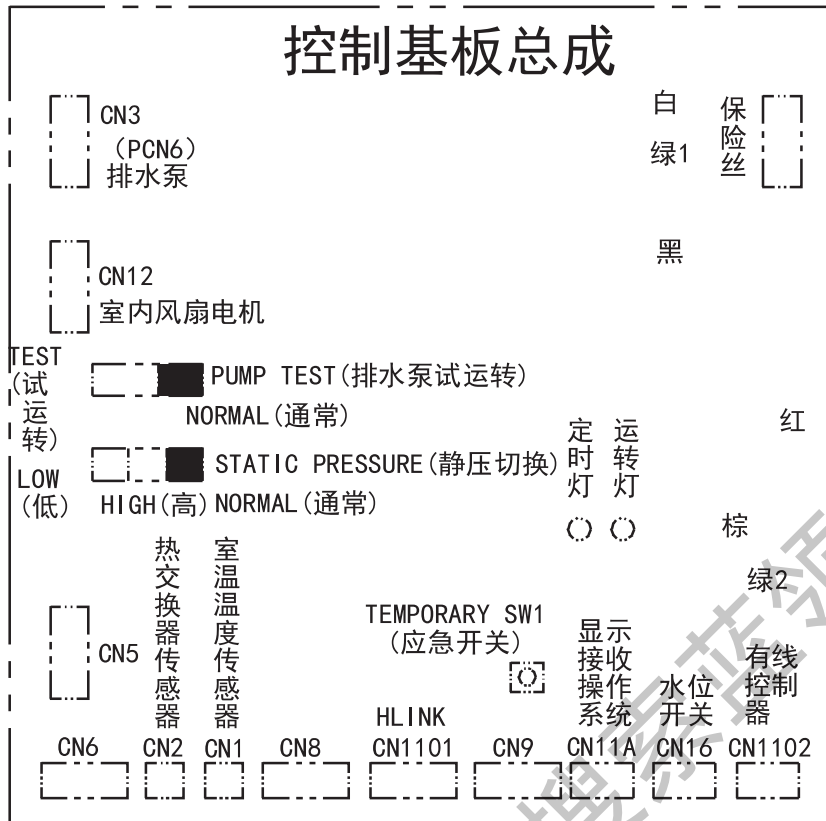

图10
(5) 在接好电线和排水管后，按下面步骤检查确认水流通畅。
- b. 将控制基板上排水泵拨到“试运转”档。(图10)